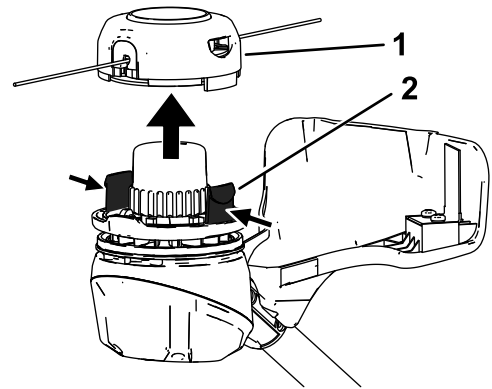

Figura 16
2. Presione simultáneamente las pestañas de ambos lados del cabezal de la desbrozadora y retire la tapa y el carrete (Figura 16).